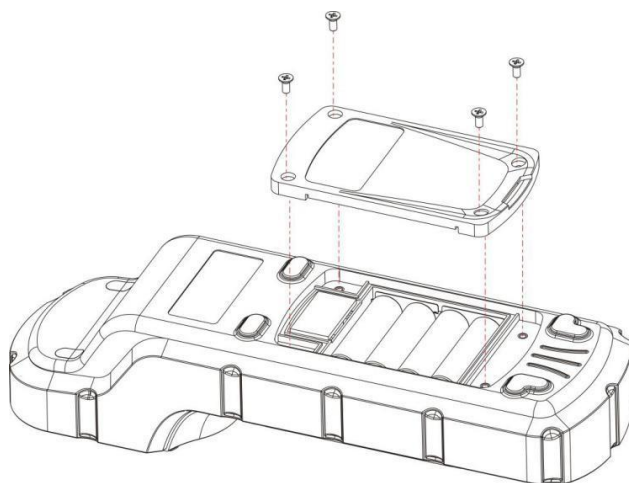

Figura 3. Compartimento de la batería del HM-900
El compartimento de las pilas del HM-900, que se muestra en la Figura 3, se encuentra en la parte posterior del instrumento. Inserte una pequeña almohadilla debajo del área de la pantalla para nivelar la superficie posterior cuando el instrumento esté boca abajo. Instale las pilas siguiendo estos pasos:
2. Introduzca cuatro pilas en el portapilas (Figura 3). Asegúrese de que el marcador de polaridad positiva de las pilas (+) esté alineado con el marcador positivo (+) del portapilas.